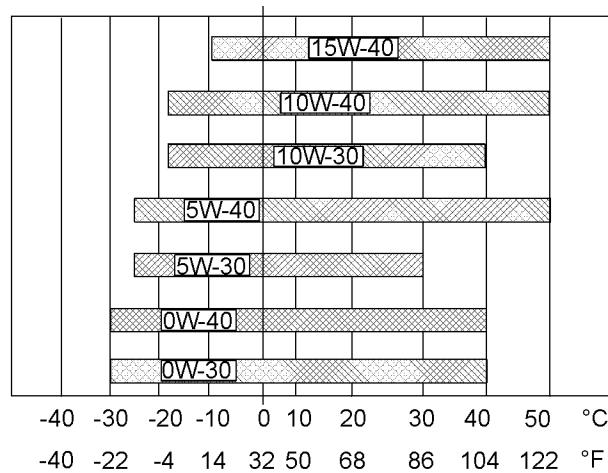

图 66
请参阅图 66 (最低温度) 以确定发动机冷起动时所需要的机油粘度。
请参阅图 66 (最高温度) 以选择发动机在预期的最高环境温度下运行时所需要的机油粘度。
- 请参阅适用的“机油粘度”。为找到适合您的发动机的机油粘度等级，请参阅图66。